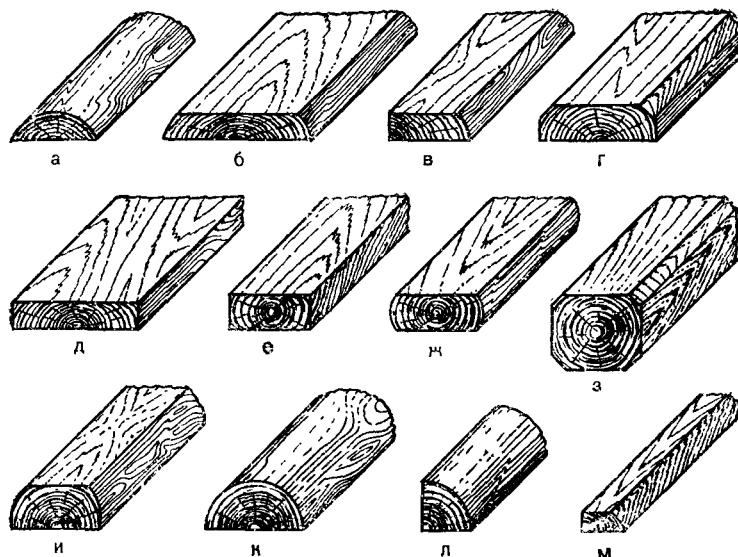

Рис. 51. Пиломатериалы и их элементы:
*Пиломатериалы* (рис. 51) подразделяются на пластины, четвертины, доски, бруски, брусья, шпон.